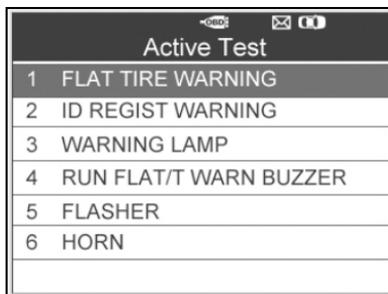

Imagen 4.37
- 2) El instrumento mostrará una lista de pruebas activas disponibles para el vehículo que se está probando. (Imagen 4.37)
- 3) Desde el menú de **prueba activa**, utilice el botón de desplazamiento **ARRIBA/ABAJO** para seleccionar la función **advertencia de pinchazo**. (Imagen 4.37)